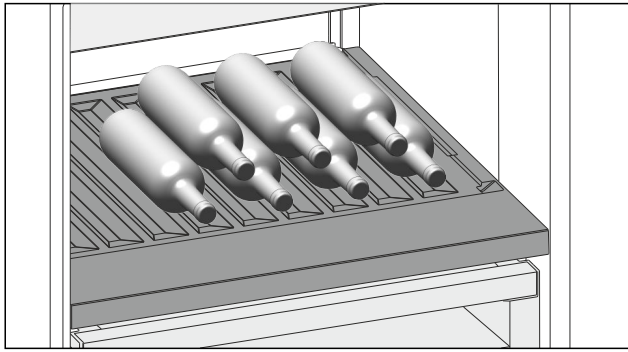

Fig. 125 Beispielhafte Darstellung
- Flaschen mit dem Boden nach hinten zur Rückwand einlegen. (siehe Fig. 125)